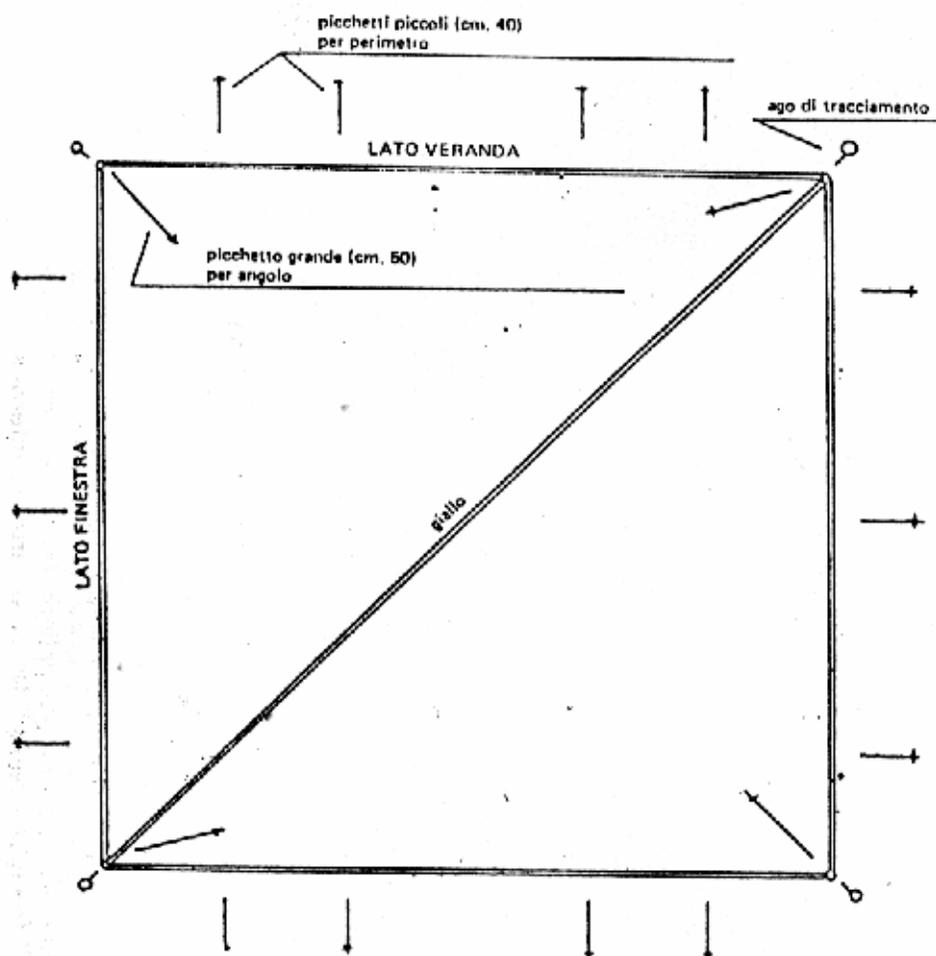

Figura 2. Schema di tracciamento con nastri, aghi e picchetti
- Partendo da un punto del terreno previsto come uno dei 4 angoli della tenda, un uomo fissa a terra il capo del nastro greggio passando un ago di tracciamento attraverso l'apposito anellino che vi è applicato; un altro uomo lo svolge camminando lungo la prevista linea di contorno della tenda, mentre altri uomini fissano a mano a mano, con gli aghi, gli altri 3 angoli indicati dagli anelli posti sul nastro. Si tende la diagonale (nastro giallo) e, operando piccoli spostamenti dei vertici, si dà alla base la forma del quadrato fissando poi definitivamente gli aghi. Fare attenzione che le pareti dove si desidera avere una apertura di porta siano sulla direzione giusta (Figura 2).
**Si tolgono dal sacchetto di canapa del collo n. 2 i picchetti di acciaio grandi e piccoli e la mazza; si piantano i picchetti con la mazza nel modo e nell'ordine indicati qui di seguito (Figura 2).**